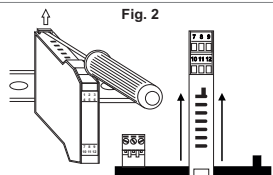

Fig. 2
- 1) Spostare verso l'esterno i due ganci sul lato posteriore del modulo come illustrato in Fig.2.
Come illustrato in Fig.2: